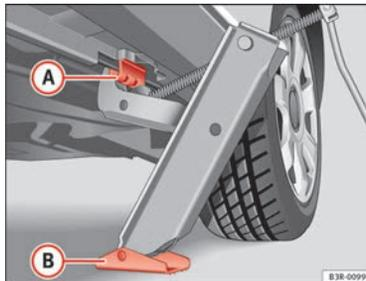

Abb. 184 Radwechsel:
- Richten Sie den Wagenheber so aus, dass seine Klaue in den Steg des Unterholms greift → Abb. 184 A und die bewegliche Grundplatte B plan auf dem Boden aufliegt.